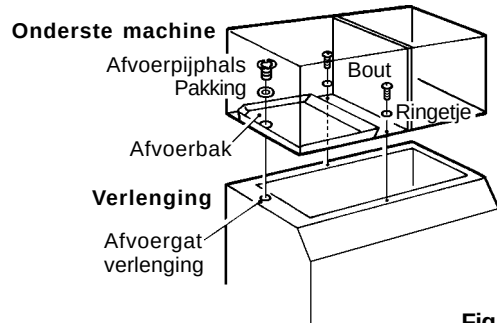

Fig. 6
- 5) Bevestig de onderste machine (X-type) op de bovenkant van de voorraadbunker. Zie Fig. 6.
- 6) Bevestig de onderste machine met de twee meegeleverde bouten en plastic ringetjes. Zie fig. 6.
Lijn het afvoergat en het afvoergat van de afvoerbak uit. Breng de pakking aan (bunkeraccessoire) en draai de afvoerpijphals (bunkeraccessoire) stevig vast, binnen de aanbevolen torsie van 39.2 Nm. Zie fig. 6.